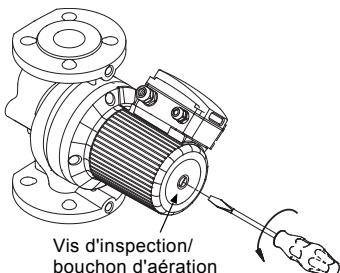

Fig. 12 Retirant le bouchon d'aération
Soyez vigilants lorsque vous desserrez la vis d'aération car le liquide qui peut s'en échapper est possiblement brûlant. Il pourrait en résulter des blessures ou des dommages au composante de la pompe (voir la fig. 12).
- Insérez un petit tournevis à lame plate dans la fente située à l'extrémité de l'arbre du moteur (voir la fig. 12). Faites tourner l'arbre avec le tournevis pour vous assurer qu'il tourne librement.